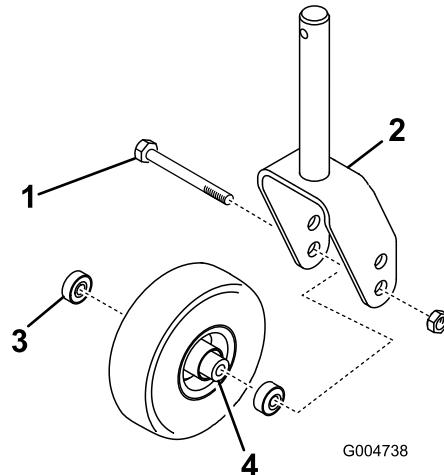
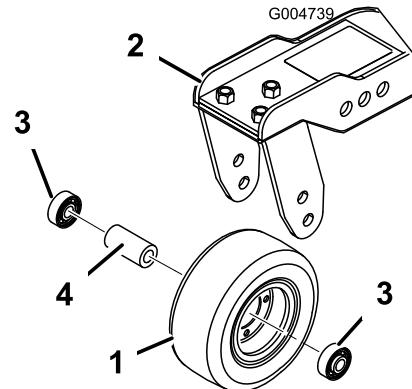

Figura 80
Figura 81
1. Retire a porca de bloqueio do parafuso que fixa o conjunto da roda giratória entre a forquilha da roda giratória (Figura 80) ou o braço articulado da roda giratória (Figura 81).
2. Retire o rolamento do cubo da roda e deixe cair o espaçador do rolamento para fora (Figura 80 e Figura 81).